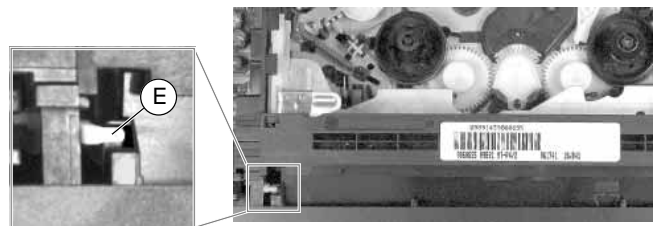

Fig. 4
Hinweis zum Zusammenbau: Beim Aufstecken der Frontblende von vorne auf das Gerät ist die Cassettenklappe so nach innen zu drücken, daß der Hebel (E) in die Führung (Fig. 4) der Cassettenklappe eintaucht
Note: When attaching the front panel from the front to the video recorder press the cassette lid inwards so that the lever (E) engages with the guide (Fig. 4) of the cassette lid.